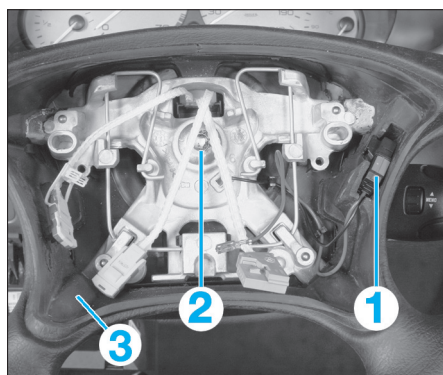

FIG. 1
- le connecteur de l'avertisseur sonore (1) (Fig.1),